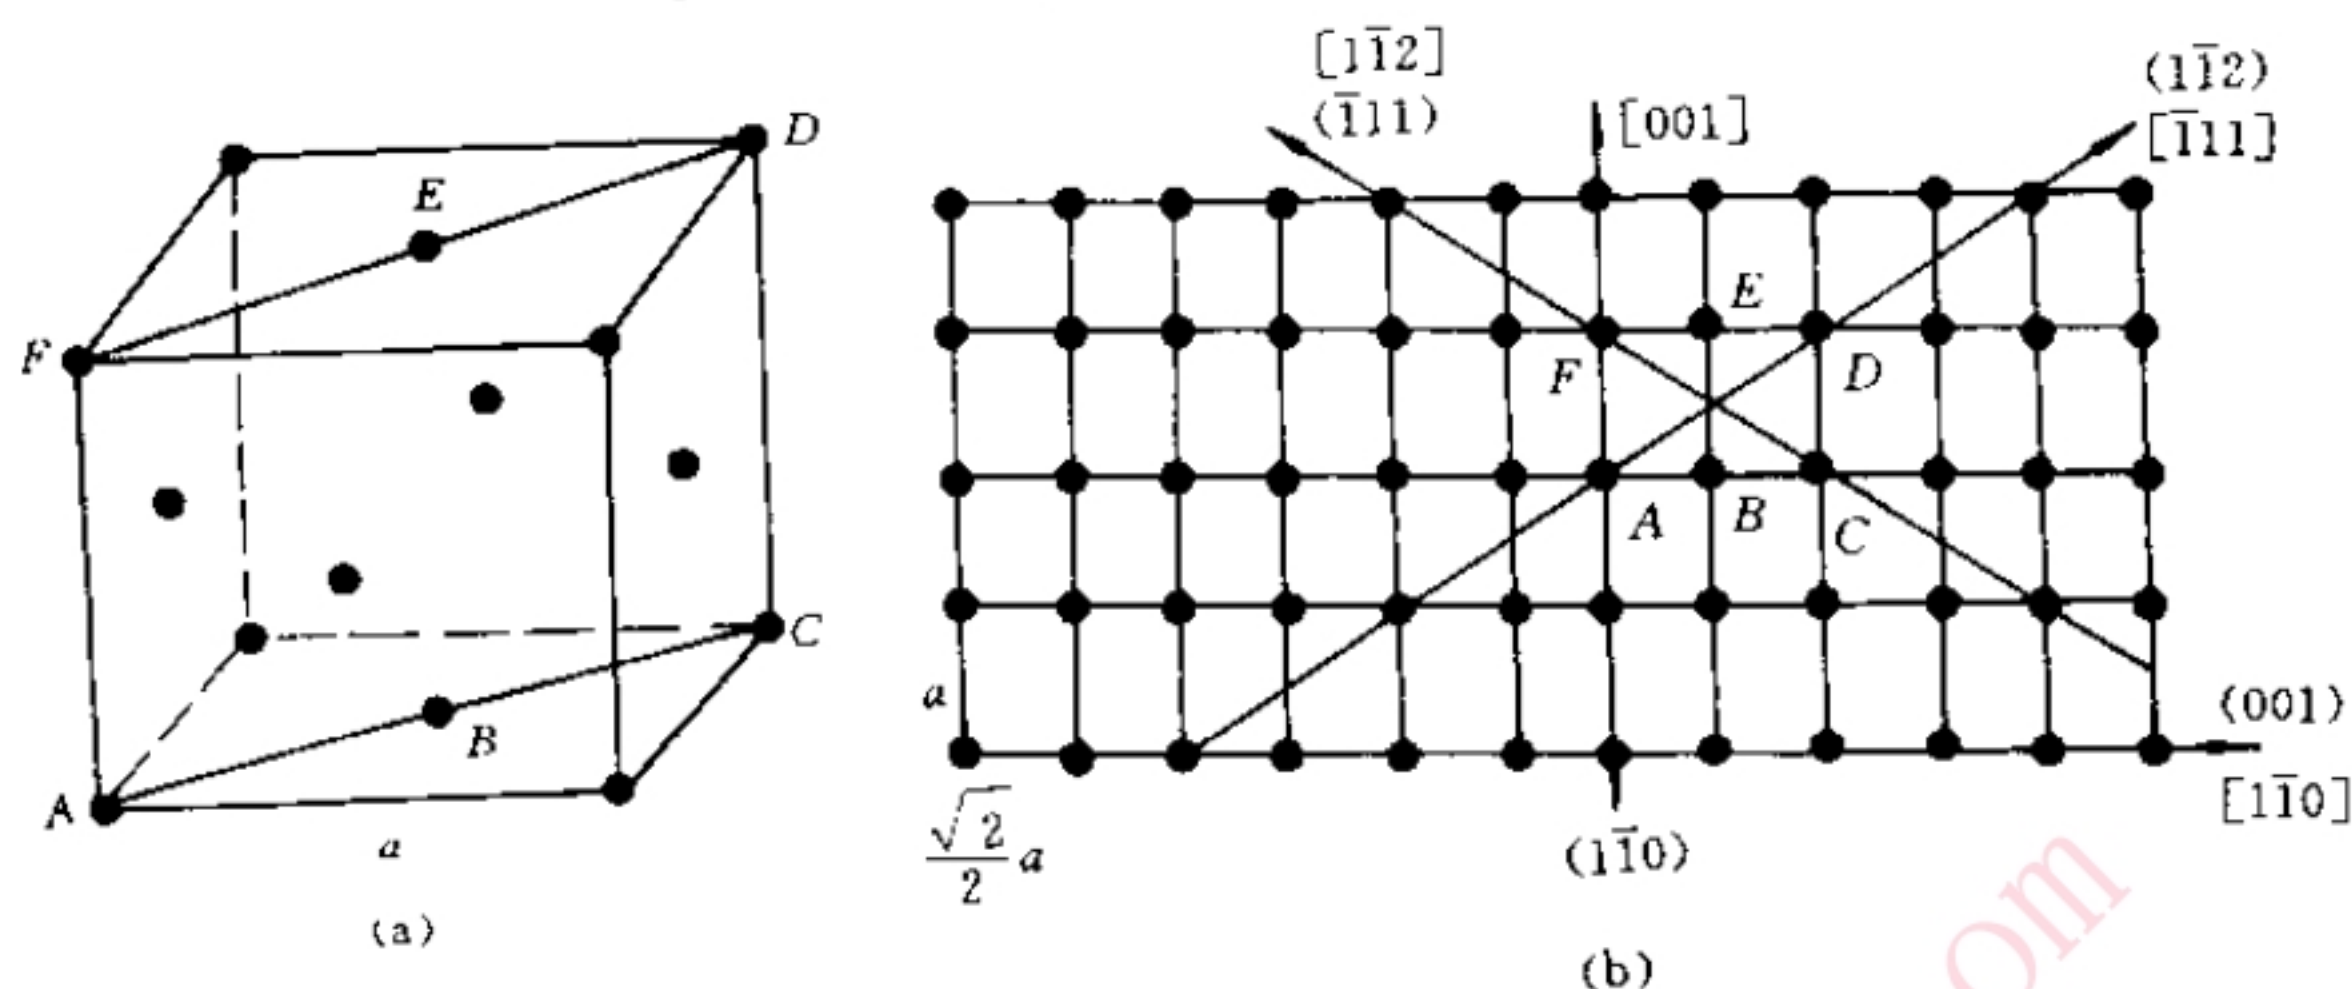

图 1-9 (a) 面心立方点阵晶胞; (b) (110) 原子剖面
**例 1.2.20** 绘出面心立方点阵中 {110} 晶面的原子剖面图, 并标出 [001], [ $\bar{1}\bar{1}0$ ], [ $\bar{1}11$ ], [ $\bar{1}\bar{1}2$ ] 等晶向和 (1 $\bar{1}0$ ), (001), ( $\bar{1}11$ ), (1 $\bar{1}2$ ) 等晶面(指这些晶面在 {110} 上的垂直投影线)。
**解** 面心立方点阵晶胞及其 {110} 原子剖面如图 1-9 所示。
**例 1.2.21** 面心立方点阵晶胞如图 1-9(a) 所示, 由此图计算八面体间隙和四面体间隙的位置、数量和大小(分别以点阵常数  $a$  和原子半径  $r$  表示)。
**解** 图 1-9(a) 为面心立方晶胞。